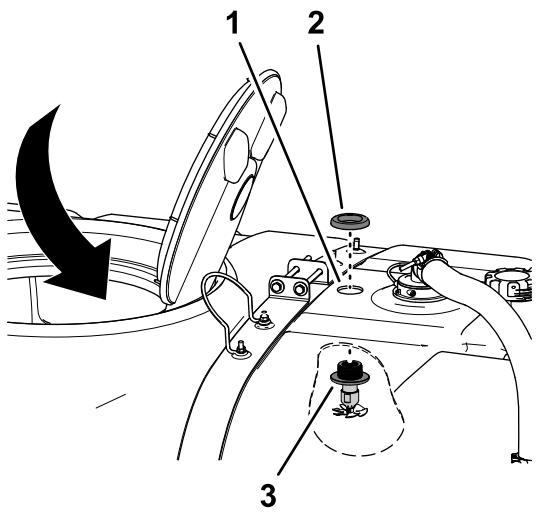

图21
1. 如图21 所示通过 41cm 开口在水箱内工作将喷嘴总成通过在 对喷洒药缸钻孔 (页码 7) 中钻的孔向上对齐。
2. 将塑料凸缘螺母组装到隔板接头的螺纹上然后用手拧紧凸缘螺母 图21。